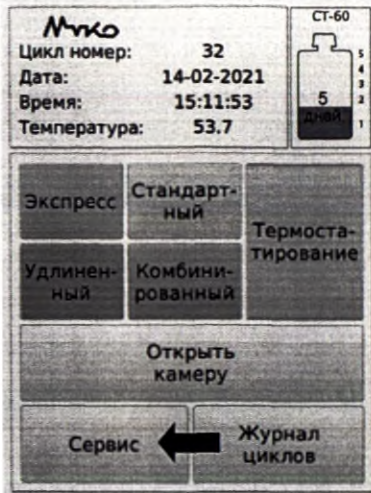

Рисунок 48
- в главном меню необходимо нажать кнопку «Сервис» (Рис.48);